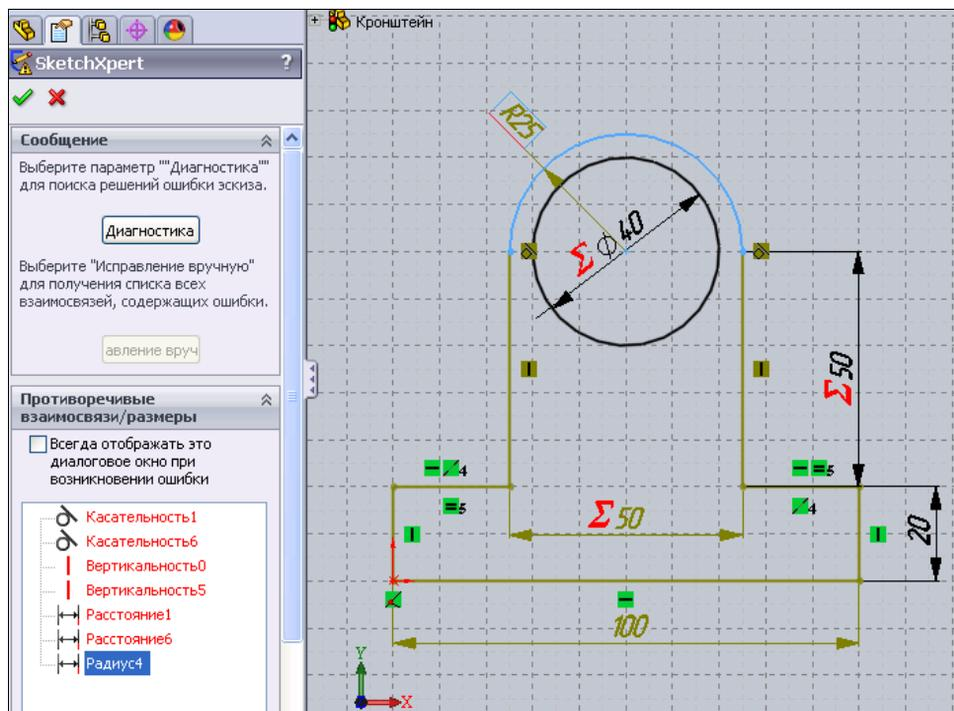

Рис. 1.33
- ♦ **Исправление вручную** — в разделе **Противоречивые взаимосвязи/размеры** (рис. 1.33) пользователь должен сам щелкнуть мышью по конфликтному элементу и нажать клавишу <Delete>. Для завершения команды нажмите кнопку **ОК**  в Менеджере свойств.